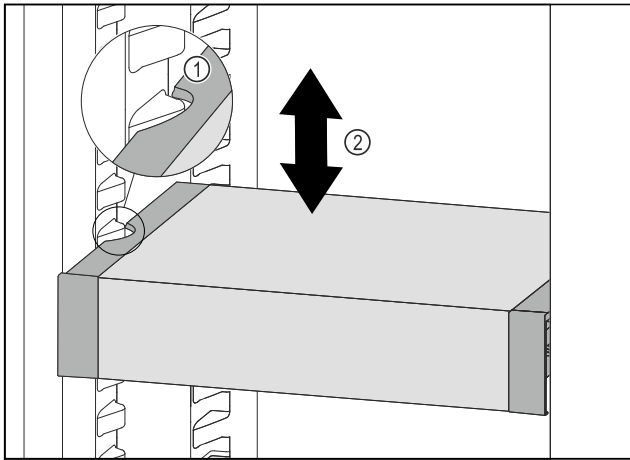

Fig. 86
- VarioSafe nach vorne ziehen, bis sich die seitlichen Aussparungen des VarioSafes auf Höhe der Behälterrippe im Kühlteil befinden. Fig. 86 (1)
- VarioSafe im Kühlteil nach oben oder unten bewegen, bis gewünschte Höhe erreicht ist. Fig. 86 (2)